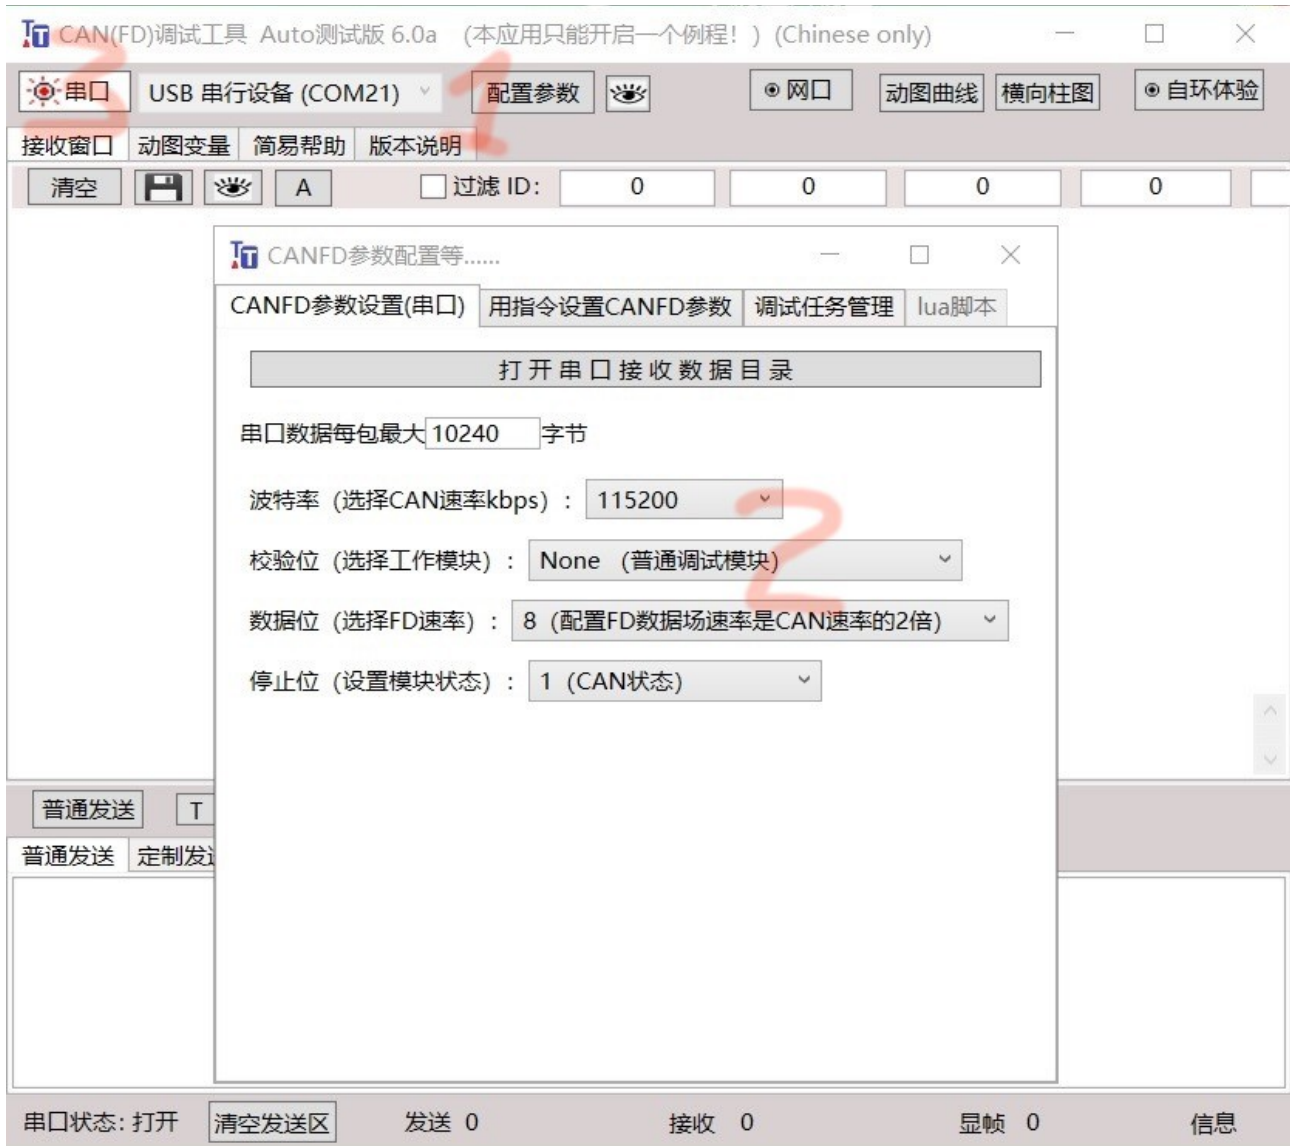

图 6 设置 TTL 串口 1 示意图
2) 运行上位机软件 MY_CANFD_AUTO，点击“配置参数”按钮，弹出“CANFD 参数配置等....”对话框，如图 6 所示。